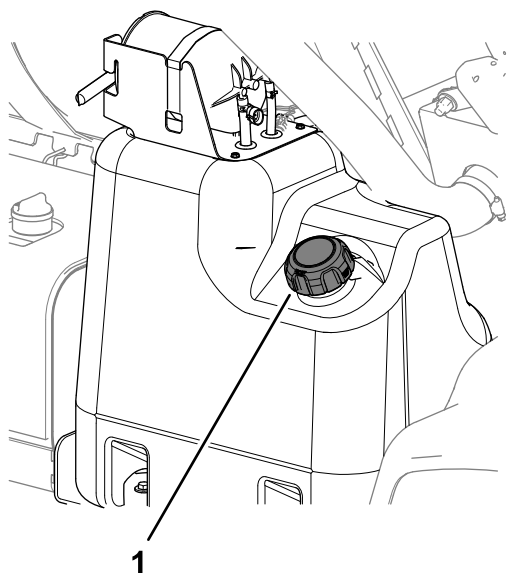

Figura 17
2. Curățați zona din jurul capacului rezervorului de combustibil (Figura 17).